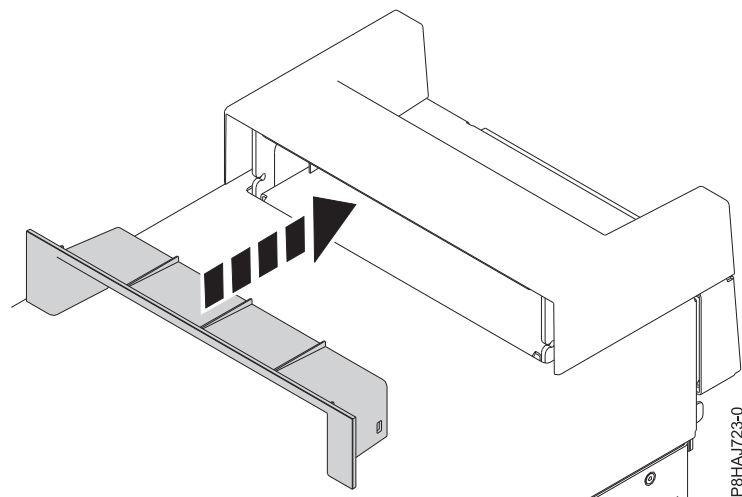

Figura 35. Inserir a peça dentro da tampa da pega num sistema autónomo 8286-41A
2. Insira a peça com a tampa da pega ao empurrar a mesma firmemente na direcção da pega da tampa conforme demonstrado em Figura 35.